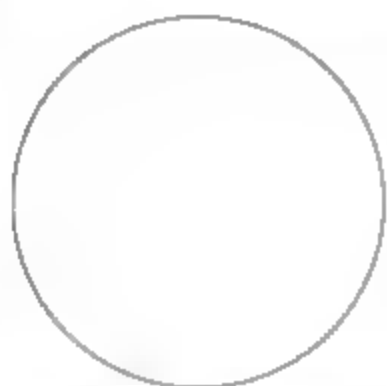

图8-158 绘制圆形
- 01 调用C【圆】命令，绘制半径为149的圆形，如图8-158所示。